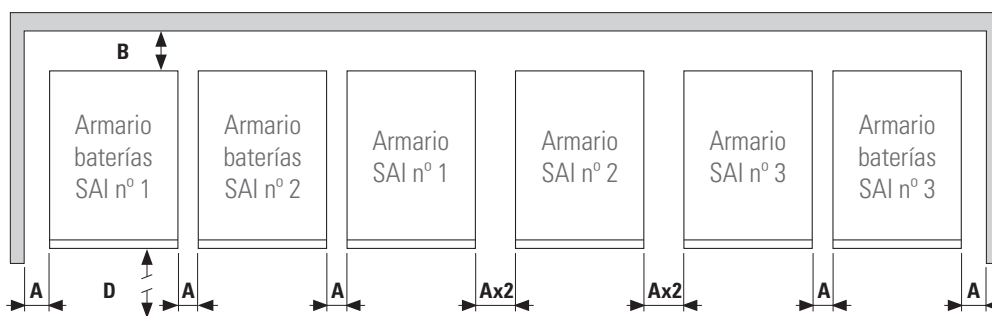

Fig. 7. Cotas mínimas periféricas para la ventilación de un sistema en paralelo.
- En la Fig. 7 se representa un ejemplo de tres equipos en paralelo con su respectiva caja de baterías. Para sistemas con dos unidades en paralelo y/o más módulos de baterías operar consecuentemente según cada caso. De igual modo, obviar en la ilustración los módulos de baterías cuando el sistema no disponga de ellos. El número asignado a cada equipo en la Fig. 7 no tiene ninguna finalidad salvo la numeral dentro de la ilustración.